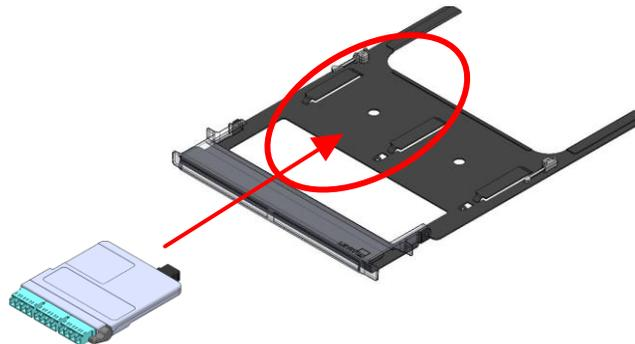

figura 14
- Inserte el casete y placa adaptadora, como se muestra en la figura 14.